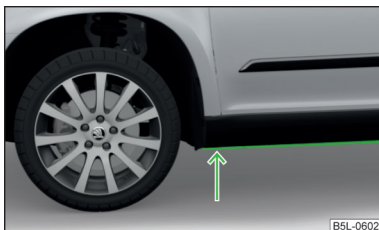

Fig. 130
- Determine la profundidad del agua antes de un vadeo. El nivel del agua debe llegar como máximo al borde inferior del larguero inferior » fig. 130.